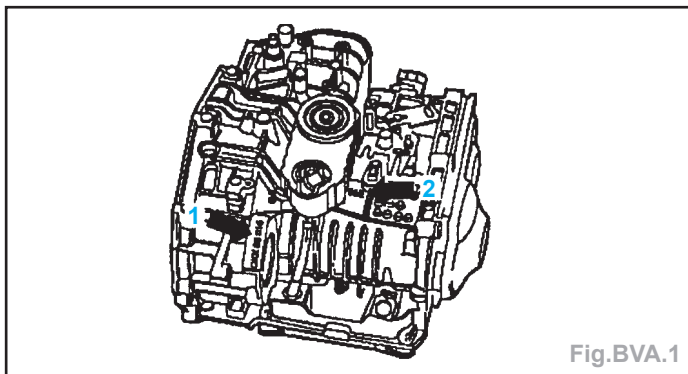

Fig.BVA.1
- Lettres-repères de la boîte de vitesses (flèche 1) (Fig.BVA.1).